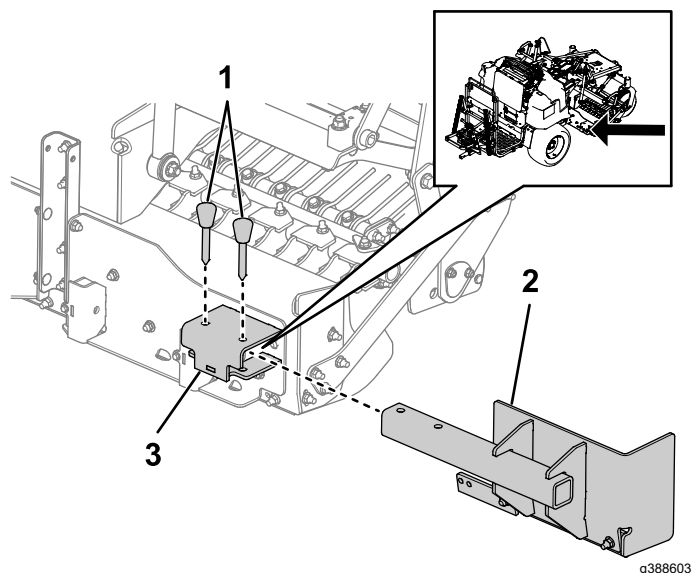

図 2
2. 右側ボックスブレード延長部を、ボックスブレードアタッチメントブラケットに差し込む図 2。左側ボックスブレード延長部にも同じ作業を行う。
3. ストップピン2本を、ボックスブレードとボックスブレード延長アームに通す図 2。左側ボックスブレード延長部にも同じ作業を行う。